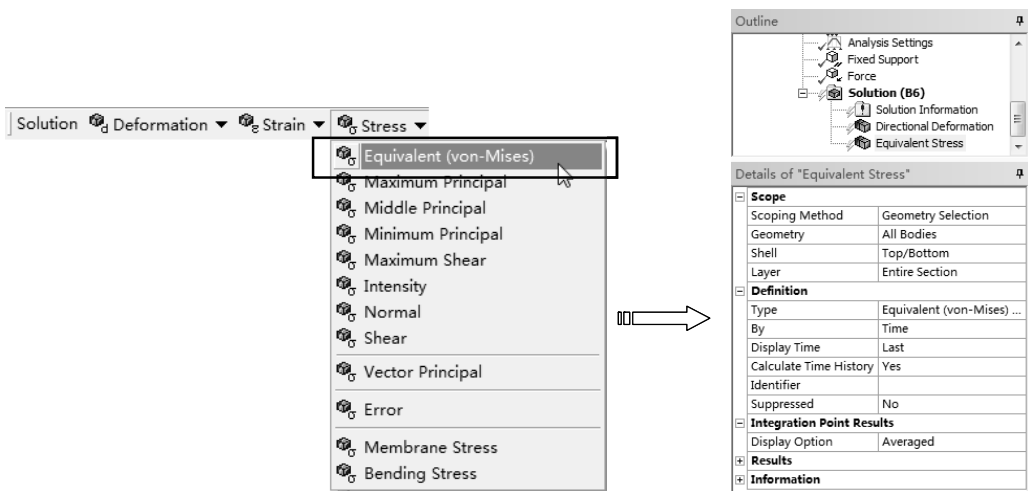

图 8-80 添加应力求解项
3) 求解应力。单击【Solution】工具栏上的【Stress】|【Equivalent (von-Mises)】命令，此时在分析树中插入【Equivalent Stress】项，如图 8-80 所示。